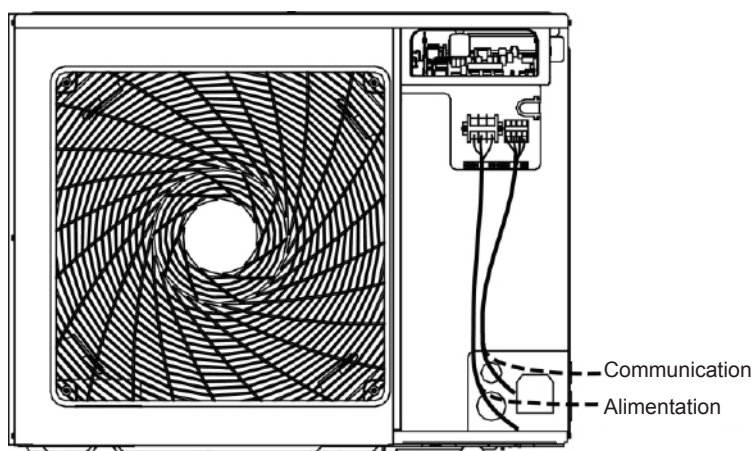

Fig. 27 Aperçu du câblage technique de GMV-80WL/A-T, GMV-100WL/A-T, GMV-121WL/A-T, GMV-80WL/C-T, GMV-100WL/C-T et GMV-121WL/C-T
- (1) Veuillez vous reporter aux Fig. 27 et 28 pour le câblage technique. Si l'orifice du serre-câble est présent sur le parcours de câble, veuillez fixer ce dernier avec le serre-câble. Branchez les câbles d'alimentation et de communication au bornier et à la vis de terre correspondants conformément au diagramme de câblage.
- (2) À noter que le câblage technique ne peut pas entrer en contact avec le tuyau et l'appareil.
- (3) Cette figure ne s'applique qu'au câblage technique relatif aux câbles d'alimentation et de communication. En cas de différences entre la structure de la figure et l'unité réelle, cette dernière prévaut.
- (4) Pour le câblage technique, veuillez vous reporter au diagramme de câblage fourni avec l'unité.